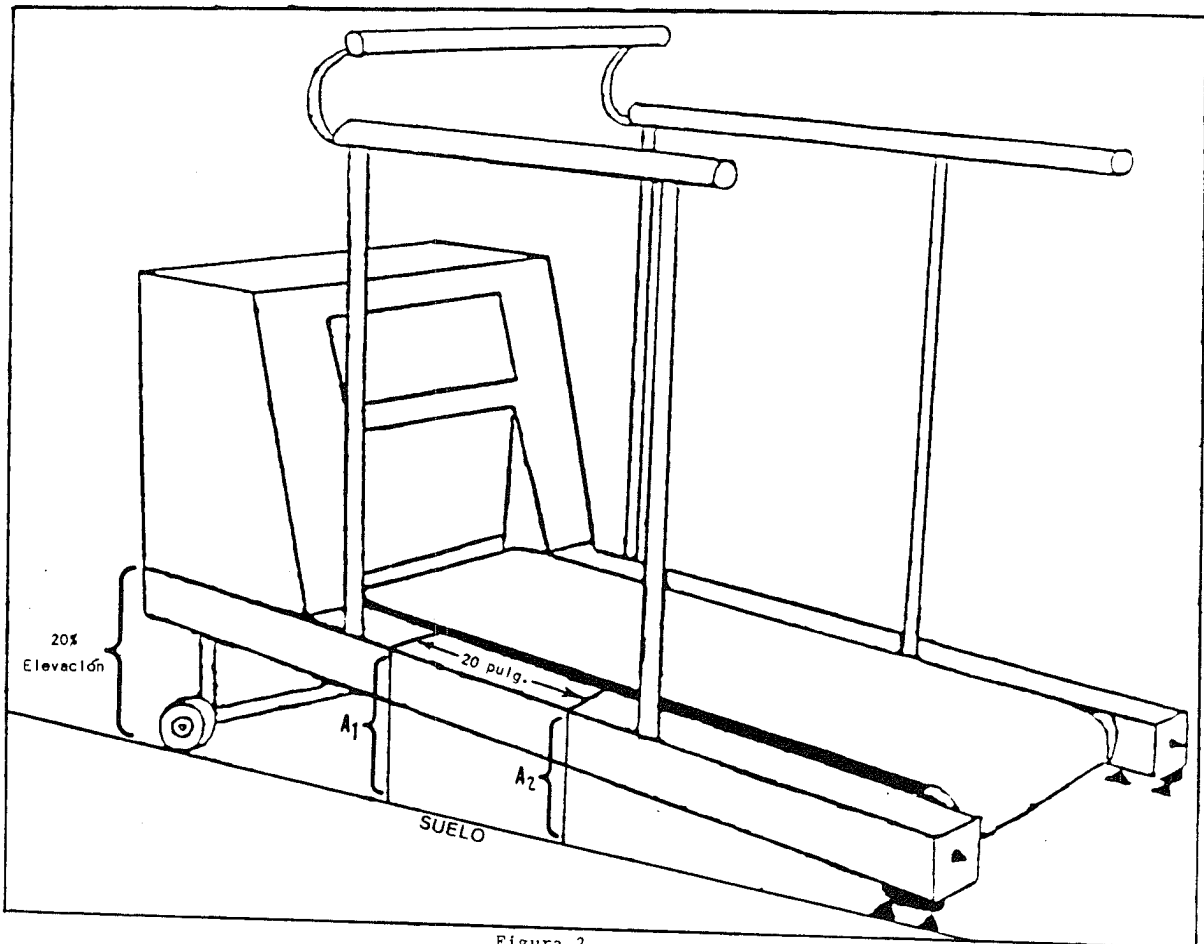

Figura 2
2. Procedimientos de calibración para la elevación según la "American Heart Association" (véase Figura 2):